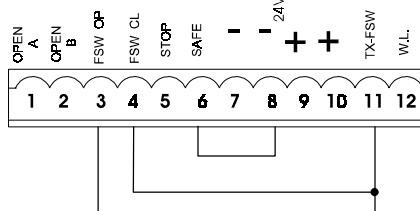

Fig. 26
N.B. Si on n'utilise aucun dispositif de sécurité, ponter les bornes d'après la fig. 26.
Notabene: Si on ne connecte aucun dispositif de sécurité en ouverture, ponter les entrées FSW OP et -TX FSW (fig. 26).
Notabene: Si on ne connecte aucun dispositif de sécurité en fermeture, ponter les bornes FSW CL et -TX FSW (fig. 26).